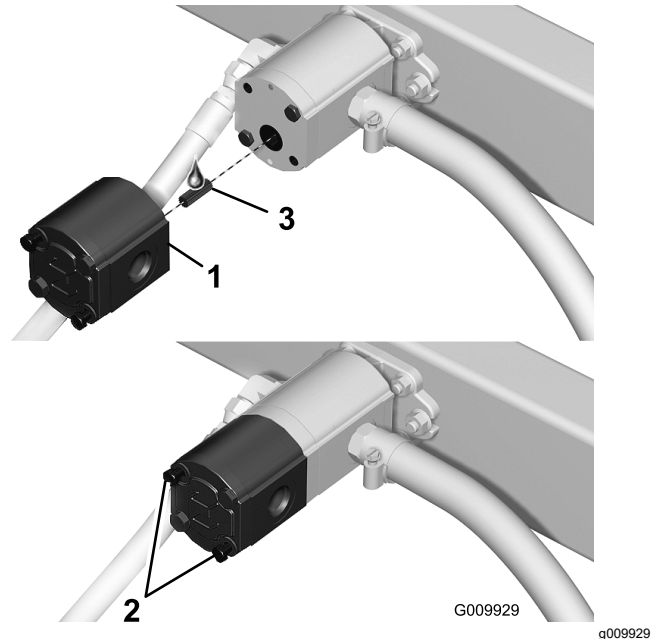

Figure 6
4. À l'aide de 2 longs boulons, montez la pompe haut débit sur la pompe existante (Figure 6).